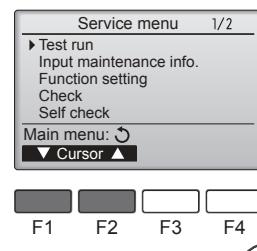

Fig. 8-1
- У меню «Service menu» (Сервіс) виберіть пункт «Test run» (Тестовий прогін), а потім натисніть кнопку [ВИБРАТИ]. (Fig. 8-1)